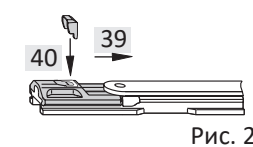

Рис. 2
39. Разблокируйте фиксатор упора (429) (Рис. 2).
40. Вставьте фиксатор (428) в предусмотренный для него паз и зафиксируйте (Рис. 2).